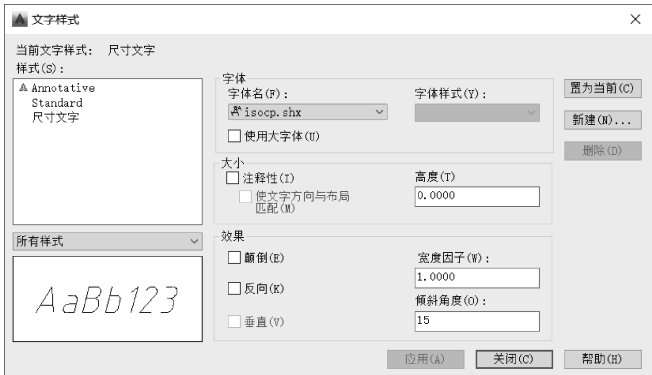

图 7-37 “图样尺寸”文字样式创建示例
1) 在“注释”面板，选择“文字样式”下拉列表框按钮→“管理文字样式”命令，打开“文字样式”对话框，如图 7-37 所示。